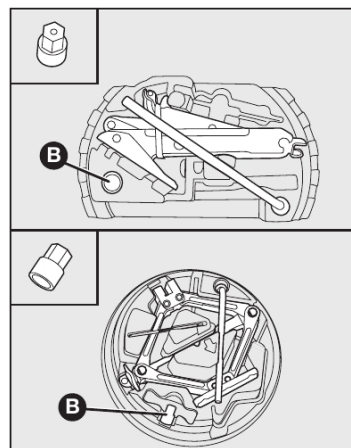

fig. 3
- Soltar as ferramentas, e remover o macaco **fig. 3** de acordo com a versão do veículo puxando-o de sua sede.
- O porta-ferramentas possui uma sede própria **B-fig. 3** para guardar a chave soquete antifurto de roda (quando disponível) **detalhe - fig. 3**.
- Retirar da sede específica no porta-ferramentas **B-fig. 3** a chave soquete detalhe **fig. 3**, que destrava o mecanismo anti-furto.